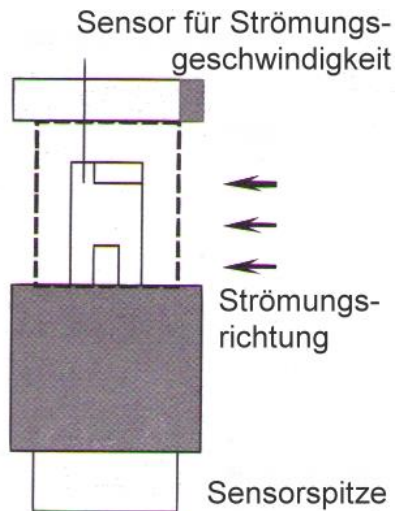

Fig 4
6. Auf der Oberseite des Sensors befinden sich Pfeile für die Strömungsrichtung. Diese Pfeile sollten genau mit der Strömungsrichtung übereinstimmen (Fig. 4). Nun können Sie auf dem Hauptdisplay die Strömungsgeschwindigkeit und auf dem Zweitdisplay die Temperatur ablesen.